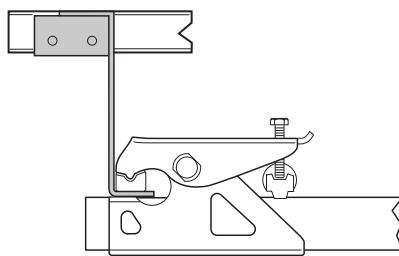

Fig. 20
- Eriba Touring adaptersættet er obligatorisk til Eriba Touring chassiset (Fig. 20).